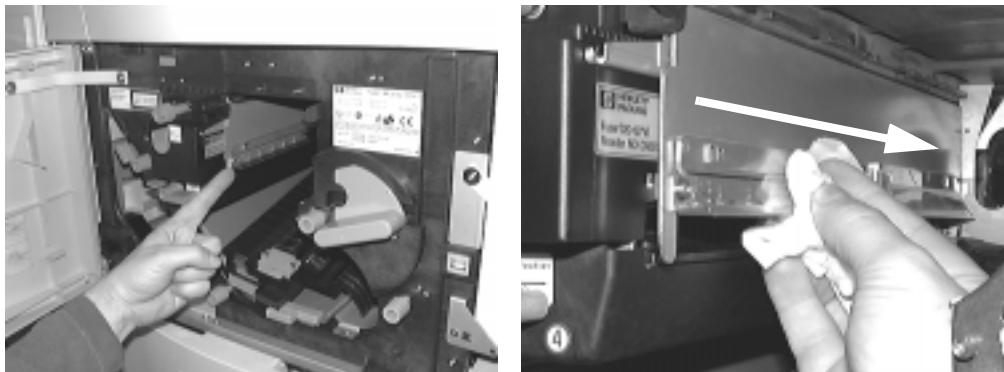

Abbildung 5-10 Reinigen des LED-Bereichs
1. Verwenden Sie die mit dem Drucker gelieferten Reinigungstücher, um Tonerreste und Staub von der Außenseite des LED-Bereichs abzuwischen. Reinigen Sie die ganze Länge des LED-Bereichs. Abbildung 5-10 zeigt den LED-Bereich und illustriert den Reinigungsvorgang.